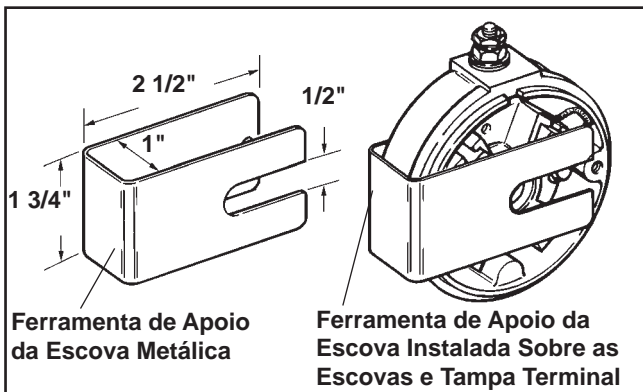

Figura 8-16. Ferramenta de Apoio da Escova (Tampa Terminal Estilo "A").
**NOTA:** Utilize uma ferramenta de apoio da escova para manter as escovas nas bolsas. A partir de uma folha fina de metal é possível fazer uma ferramenta de apoio da escova. Consulte a Figura 8-16.